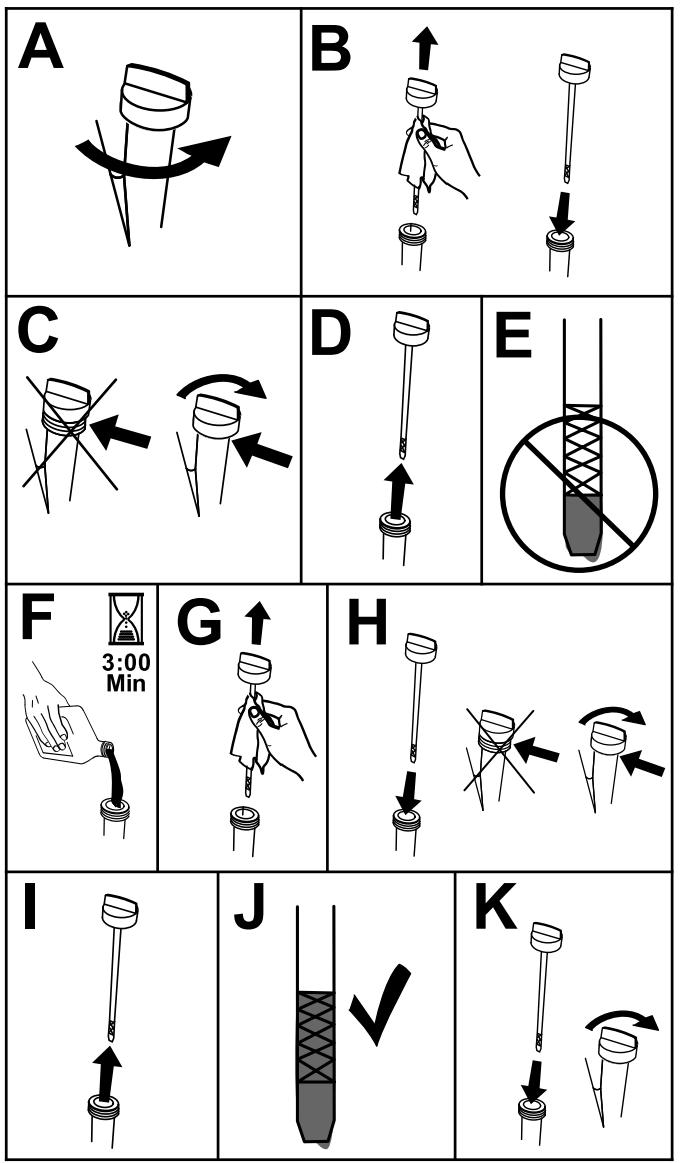

Figure 68
3. Contrôlez le niveau d'huile moteur, comme montré à la **Figure 68**.